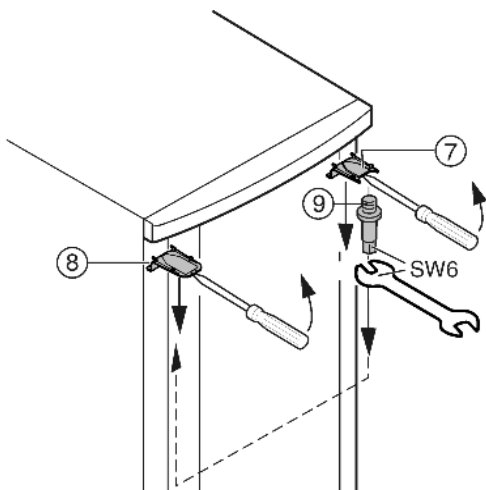

Fig. 8
- ▶ Откачете капака Fig. 8 (7) и капака Fig. 8 (8) с помощта на отвертка го свалете косо надолу.
- ▶ Развийте лагерните болтове Fig. 8 (9) и ги завинтете **здраво (с 4 Nm)** от другата страна.
- ▶ Монтиране отново на капака Fig. 8 (7) от страната на лагерния болт: бутнете го назад и го контрирайте.
- ▶ Монтирайте капака Fig. 8 (8) от другата страна: бутнете го назад и го контрирайте.
- ▶ Закачете вратата горе в лагерните болтове Fig. 8 (9).